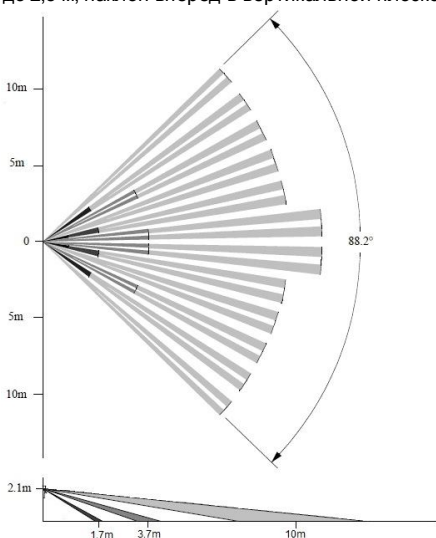

Рис.3 Диаграмма зоны обнаружения каналом ИК при наклоне основания извещателя вперед на угол 12 градусов
• Широкоугольная линза позволяет создать зону обнаружения по ИК каналу максимальной площади (рис.3);